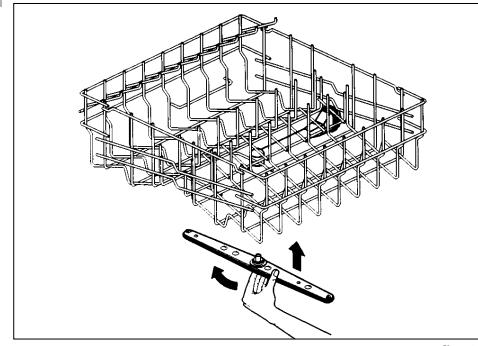

fig. 11
- rechtstandig naar beneden te trekken (zie fig. 11).